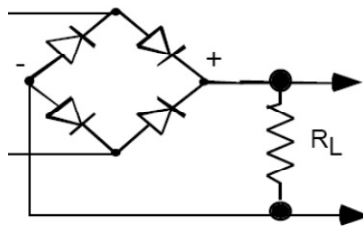
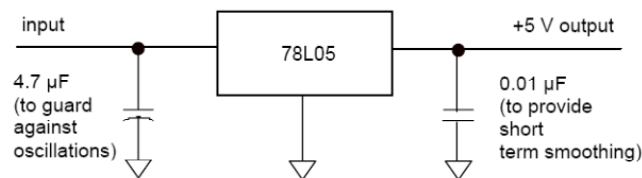
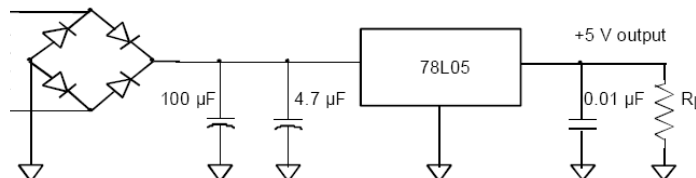

Figura 1.3 – Circuito retificador de onda completa
Figura 1.4 – Circuito regular de tensão LM7805
Figura 1.5 – Circuito de fonte AC-DC completo.
- Monte o circuito da Figura 1.3 e injeite na entrada uma onda senoidal de 60Hz com 15V de tensão de pico a pico. Utilize uma resistência de carga de 10k ohm. Observe o valor eficaz na carga utilizando um multímetro e depois um osciloscópio para ver a forma de onda. Grave a forma de onda da saída.
- Monte no mesmo protoboard que construiu o circuito da Figura 1.3 o esquema mostrado na Figura 1.4. Ele será posteriormente ligado à saída do circuito da Figura 1.3. Na entrada da Figura 1.4 conecte uma fonte de 10 a 12V aproximadamente. Constante que a saída do regulador é 5V.
- Realizado o passo anterior, ligue o circuito da Figura 1.4 a saída do circuito 1.3 resultado no circuito ilustrado na Figura 1.5